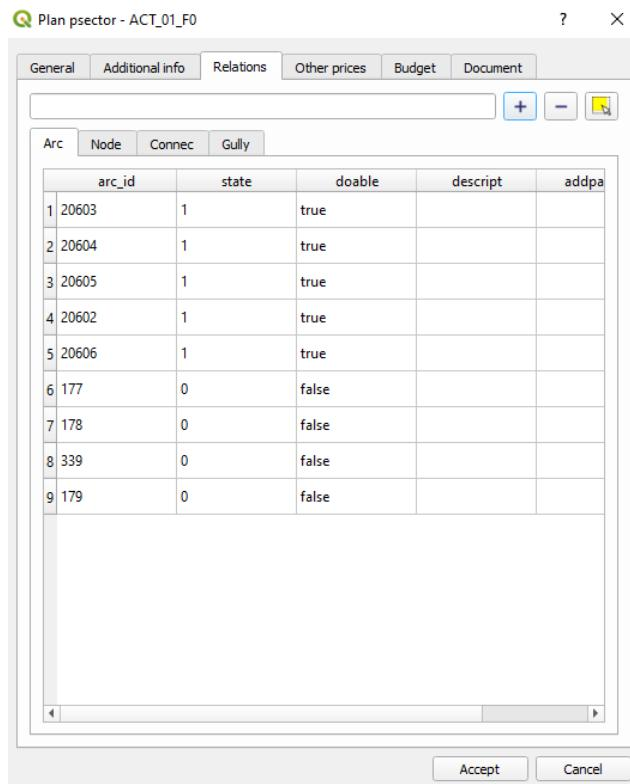

Imagen 70: La segunda pestaña del formulario sirve para vincular el sector de planificación con los elementos de la red.
- Mediante la pestaña *Relations* del formulario (Imagen 70) se pueden seleccionar los elementos que formaran parte del *psector*.